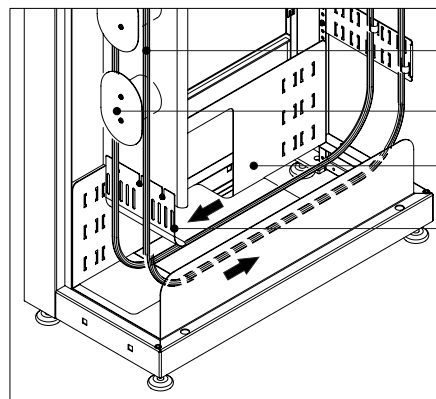

Figura 10C
6. Pase los cordones por la parte trasera de la guía inferior de los cables (item 2), pasando por la Curva Guía de cables (item 3) hasta el tubo guía (item 4) (ver la figura 10C).
8. Envíe los cordones por la parte delantera de la guía inferior de cables hasta los soportes guía de cable lateral (ver la figura 10C).